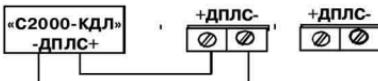

Рис. 4
3. В зависимости от выбранного места установки извещателя определите с помощью каких граней основания будет осуществляться крепление и просверлите или выдавите отверткой отверстия для крепления и ввода проводов (рис.4).